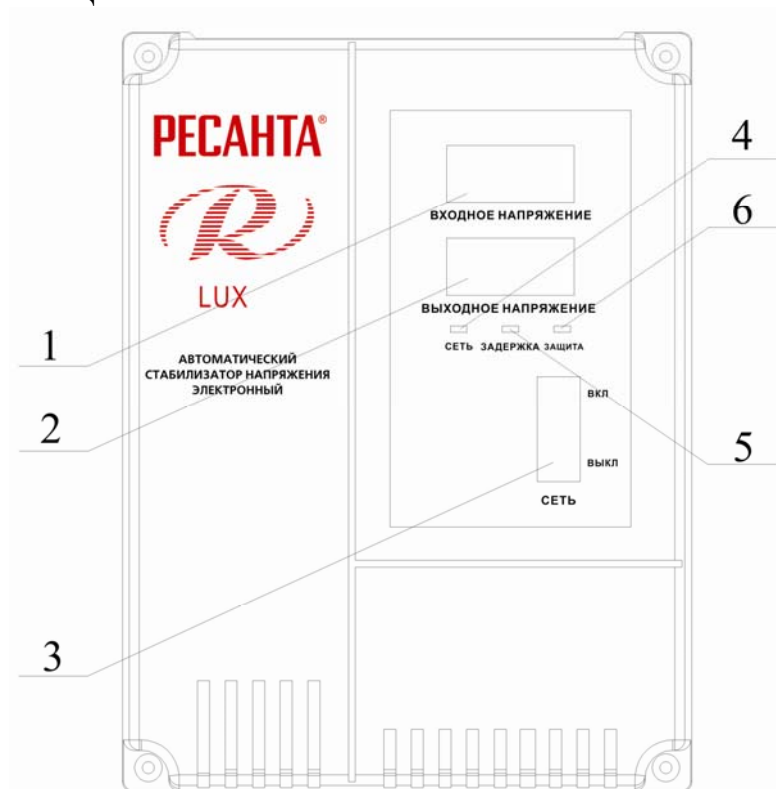

РИС. 2
- Убедиться в том, что выключатель (рис. 2, поз. 3) находится в положении «выкл»;
- Перевести выключатель (рис. 2, поз. 3) в положение «вкл» на 10 секунд;
- Дисплей (рис. 2, поз. 2) должен показывать 220 В при работе стабилизатора в штатном режиме;
- Перевести выключатель (рис. 2, поз. 3) в положение «выкл».
- Установить выключатель (рис. 2, поз. 3) в положение «вкл». Обратите внимание, что напряжение на нагрузку будет подано с задержкой 3-6 сек.(время, необходимое стабилизатору для подстройки выходного напряжения).
1. Не горит индикатор «сеть»	<ol style="list-style-type: none">1. Стабилизатор не подключен к сети.2. Проверить, включен ли выключатель (рис. 2, поз. 3).